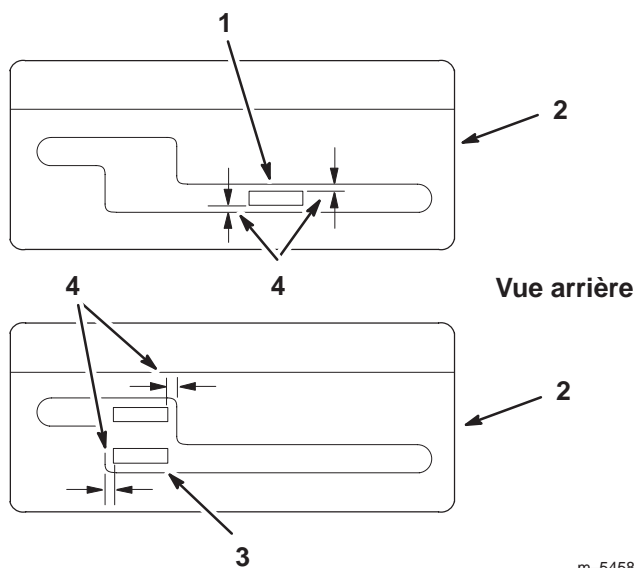

Figure 7
1. Sélectionnez le deuxième rapport et vérifiez l'alignement du levier dans l'encoche de la plaque du levier de vitesses. L'espace entre le haut et le bas du levier doit être égal (Fig. 7).
3. Sélectionnez le point mort et vérifiez l'alignement du levier dans l'encoche de la plaque du levier de vitesses. L'espace de chaque côté du levier doit être égal (Fig. 7).